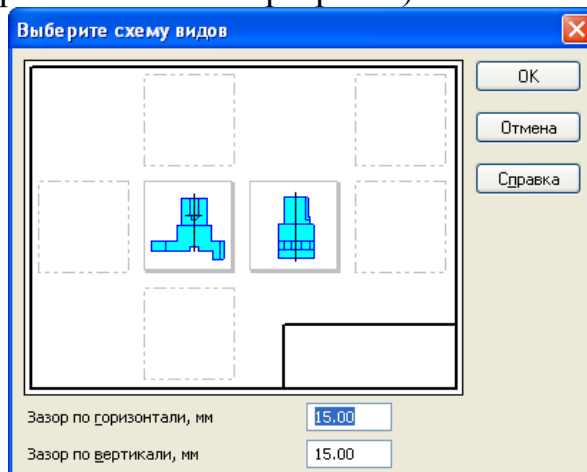

Рис. 5.
9. Выберите *Схему видов*, укажите нужное количество видов (рис. 5). При выборе схемы видов ограничьтесь двумя: главный и слева (Вид слева необходим для построения местных разрезов). Нажмите ОК.